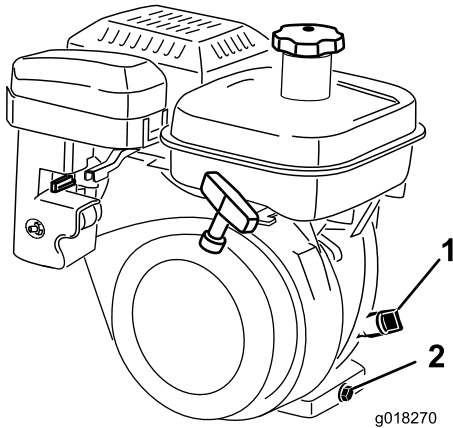

图30
2. 调整剪草机、使发动机保持水平、并清洁量油尺周围部位 (图30)。
3. 逆时针旋转量油尺、然后将其取出 (图30)。
5. 取出并检查油位。如果油位较低、请添加足够的机油、使油位升到量油尺的“H”与“L”标记之间 (图30)。
2. 在机器后部的排油塞下放置一个放油盘 (图30)。